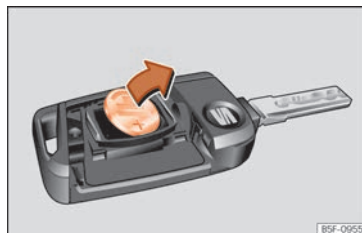

Fig. 80 Llave del vehículo: extracción de la pila.
- Extraiga la pila del compartimento con un objeto fino adecuado »»» **fig. 80.**
- Coloque la pila nueva tal como se muestra »»» **fig. 80** y presiónela en el compartimento para la pila en sentido contrario a la flecha »»» ❷.